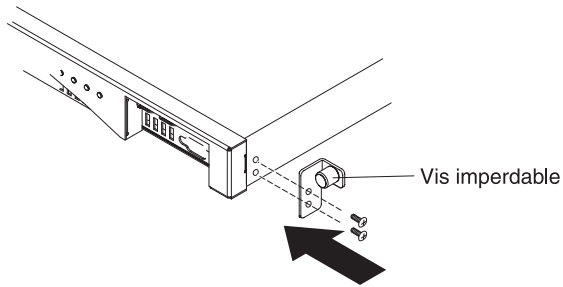

Figure 8. Equerre d'assemblage fixée au boîtier du dispositif
3. Fixez les équerres d'assemblage à l'aide des vis imperdables (voir figure 8). Fixez l'équerre d'assemblage droite au boîtier du dispositif :